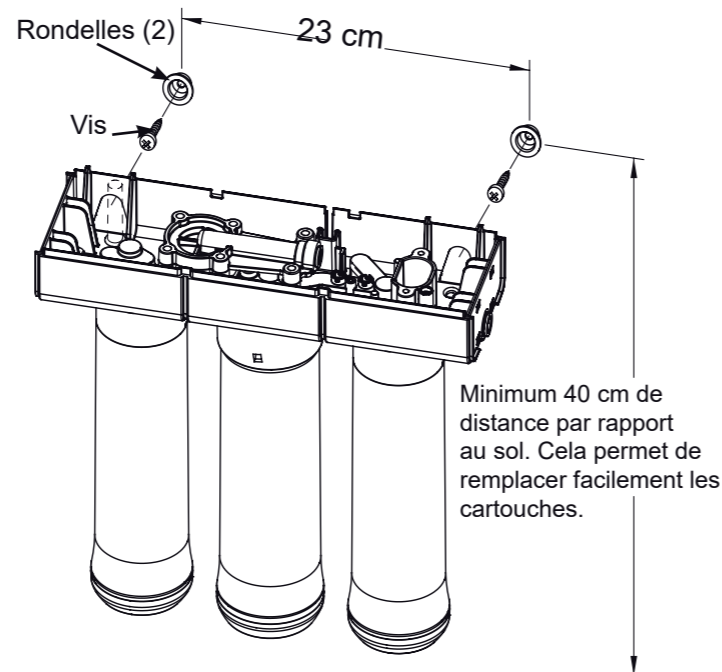

FIG. 10
Cf Fig. 10. Les rondelles de fixation permettent de lever les filtres des rondelles sans désinstaller tout le système. Lorsque vous préparez votre installation, vous devez prévoir un espace suffisant pour faciliter le remplacement des cartouches.
2. Repérez les trous de montage au dos de l'unité. Cf Fig. 10.
3. Placez l'unité contre le mur et indiquez les emplacements des rondelles. Cf Fig. 10. Montez l'unité suffisamment en hauteur pour laisser un espace permettant de remplacer facilement les cartouches, sans avoir besoin de démonter l'unité du mur.